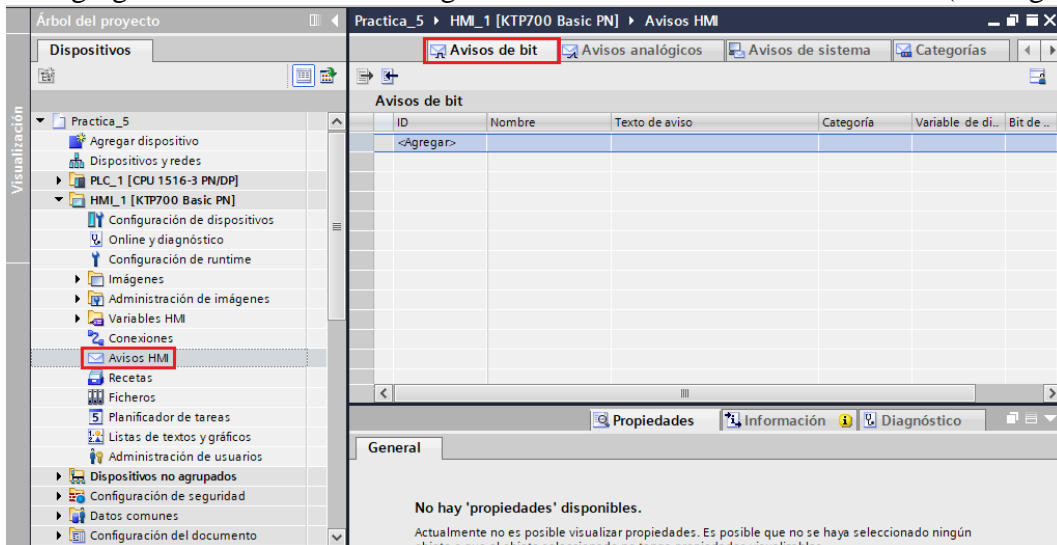

Figura 49. Avisos HMI.
(7) Agregar los avisos correspondientes a la definición VIKNAMUR
- Para agregar los avisos se debe dirigir a “Avisos HMI” / “Avisos de bit” (ver Figura 49).